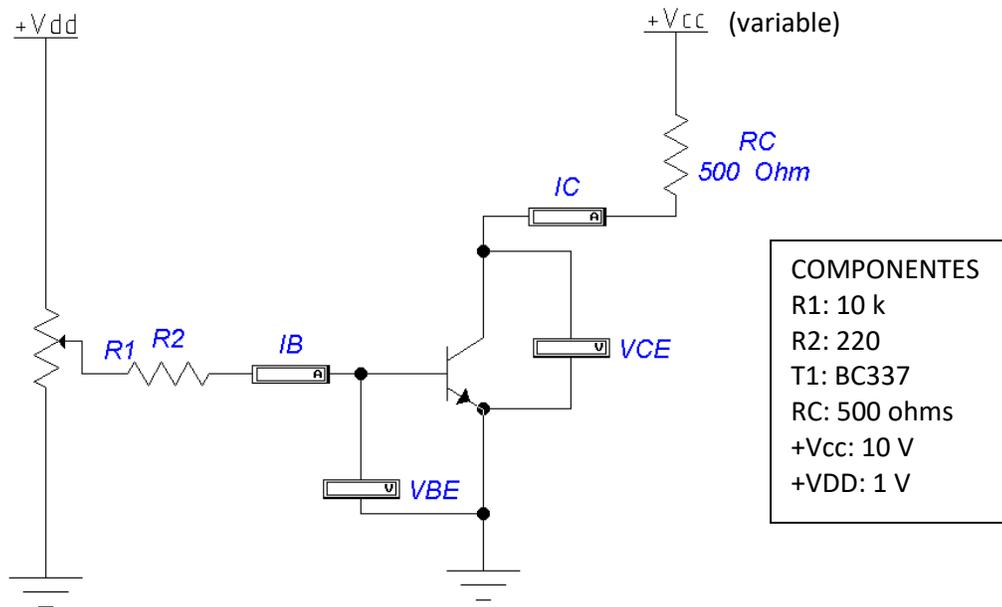
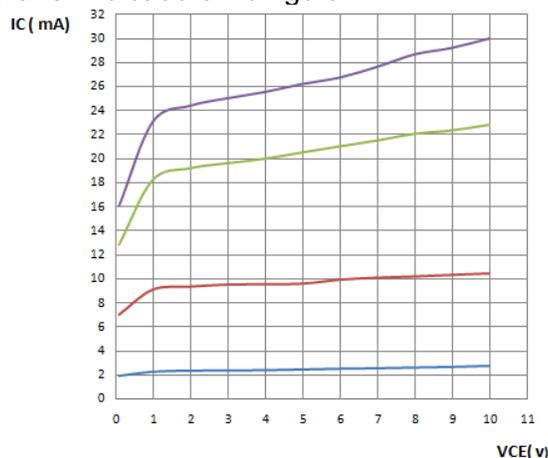

Figura 3: Circuito de ensayo experimental. Vdd fuente de valor fijo. Vcc fuente de valor variable entre 0 a 10Volt.
Figura 4: Curva característica de salida (I_C vs V_{CE}). Transistor BC337
Para determinar y trazar la curva característica de salida (I_c vs V_{ce}) se analiza el circuito de la figura 3. En el circuito se indican los instrumentos de medición, esto es, amperímetros y voltímetros correspondientes a I_B , I_C , V_{CE} , V_{BE} .
- 1_En el circuito de la figura 3, con $V_{dd}=1V$ se ajusta $R1$ de tal modo que se fije un valor de I_B , el cual no variará durante los procedimientos indicados en los puntos 2, 3 y 4.
Tabla 1: Valores experimentales obtenidos del ensayo del circuito Figura 3.
Punto A. Con los valores de la tabla 1 realice el gráfico de la curva característica o curva de salida (I_C vs V_{CE}) para el transistor NPN BC337 utilizado en el circuito de la figura 3. Presente los valores y gráfico utilizando software Planilla de Cálculo. Indique en los ejes los valores (título, unidades y magnitudes) para cada curva de I_B constantes. El resultado debería ser similar al indicado en la figura 4.
Punto D. Experimentalmente se determinaron los valores correspondientes al circuito de la Figura 3. Fijando un valor de V_{CE} , se intercepta la isolínea de I_B constante y se mide el valor de I_C sobre la ordenada. Se indican los valores en la Tabla 2. Los valores de I_B se corresponden con los adoptados para el trazado de la curva característica (10, 40, 80 y 100 μA) Realice el gráfico correspondiente y compárelo con el obtenido en el punto C.
Tabla 2: Valores experimentales del circuito de la figura 3